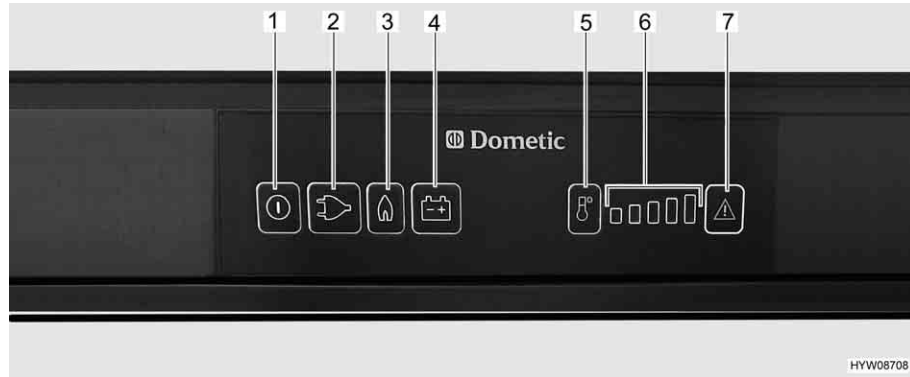

Fig. 148 Elementi di comando per il frigorifero (serie Dometic 8 con SMSE)
- Premere il tasto On/Off (Fig. 148,1) per circa 2 secondi. Il frigorifero si accende. Si accende il tasto dell'ultima modalità di funzionamento.
- Eventualmente premere il tasto per la modalità di funzionamento "Gas" (Fig. 148,3). Il tasto si accende. L'alimentazione del gas è ora aperta. L'accensione avviene automaticamente. È udibile un ticchettio fino a quando procedura di accensione non è stata portata a termine.
- Regolare la temperatura di raffreddamento con il tasto di selezione dei gradi di temperatura (Fig. 148,5).
- Eventualmente premere il tasto della modalità di funzionamento "230 V" (Fig. 148,2). Il tasto si accende.
- Eventualmente premere il tasto della modalità di funzionamento "12 V" (Fig. 148,4). Il tasto si accende.